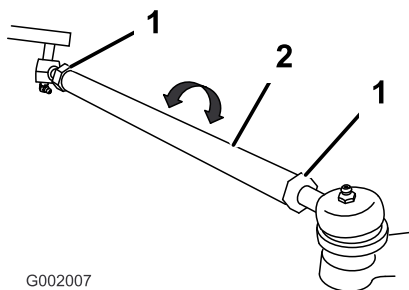

Figure 60
5. Si les mesures sont hors spécifications, desserrez les écrous de blocage aux deux extrémités des biellettes (Figure 60).